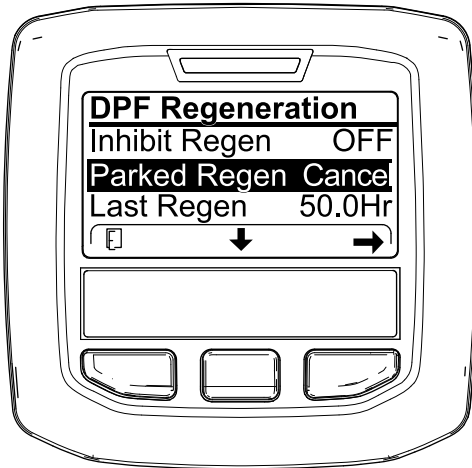
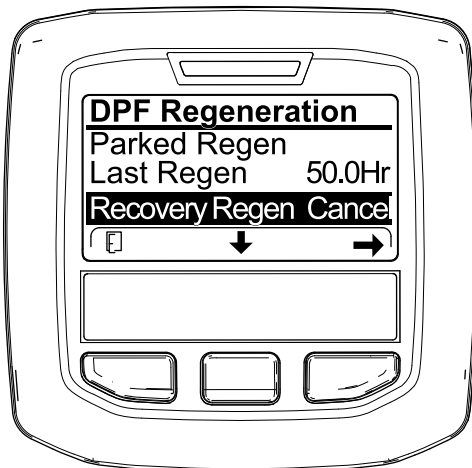

Figura 64
Figura 65
1. Acesse ao menu Regeneração do DPF (Figura 64).
2. Prima o botão central para ir até à opção CANCELAR REGENERAÇÃO EM ESTACIONAMENTO (Figura 64) ou CANCELAR REGENERAÇÃO DE RECUPERAÇÃO (Figura 65).
3. Pressione o botão direito para selecionar a entrada Cancelar regeneração (Figura 64 ou Figura 65).